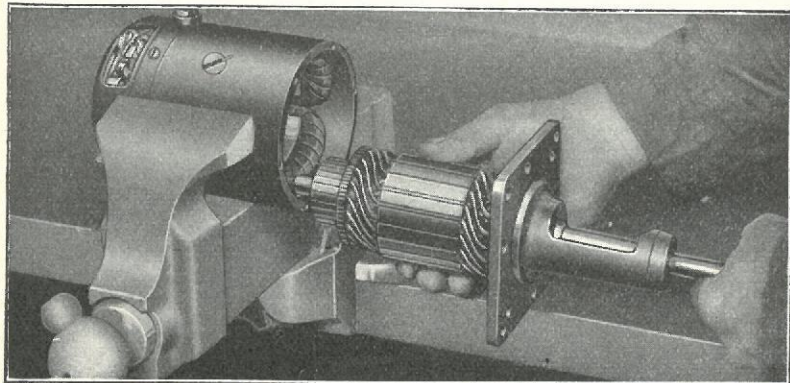

Fig. 488
- 957** Træk Bundstykket og Ankeret ud af Huset (Fig. 488). Hvis Ankeret sidder fast i Huset, kan det løsnes ved at banke Kanten af Huset mod Bænken.